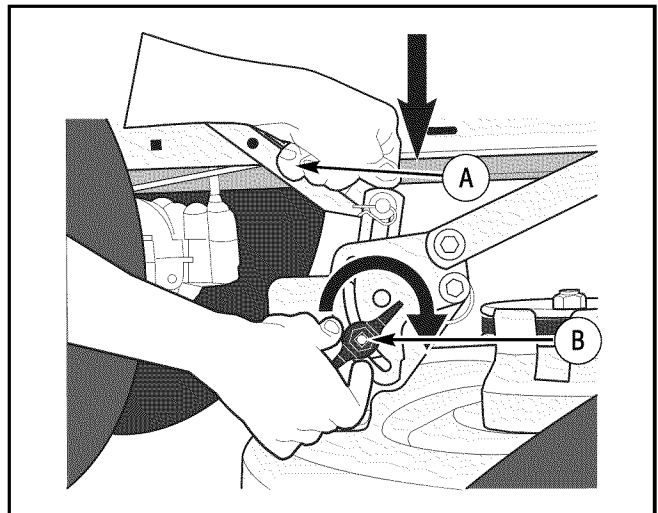

Figura 36: Aflojar los pernos de ajuste
- Afloje los **pernos de ajuste** derechos e izquierdos (Figura 36). Empuje hacia abajo de cada lado de la cubierta de la cortadora. Asegúrese de que ambos lados de la cubierta de la cortadora se encuentren apoyados sobre una superficie plana. Además, asegúrese de que los enlaces de elevación se encuentren flojos y se puedan mover hacia arriba o hacia abajo con facilidad.
- Empuje hacia abajo los **enlaces de elevación** y ajuste los **pernos de ajuste** derechos e izquierdos (Figura 36). Asegúrese de que los **pernos de ajuste** se encuentren ajustados. De ser necesario, utilice una llave inglesa para ajustar los **pernos de ajuste**. Para **pernos de ajuste** de plástico, ajuste a una torsión de 7 libraspié (9,5 Nm). Para **pernos de ajuste** de metal, ajuste a una torsión de 10 libraspié (13,5 Nm).